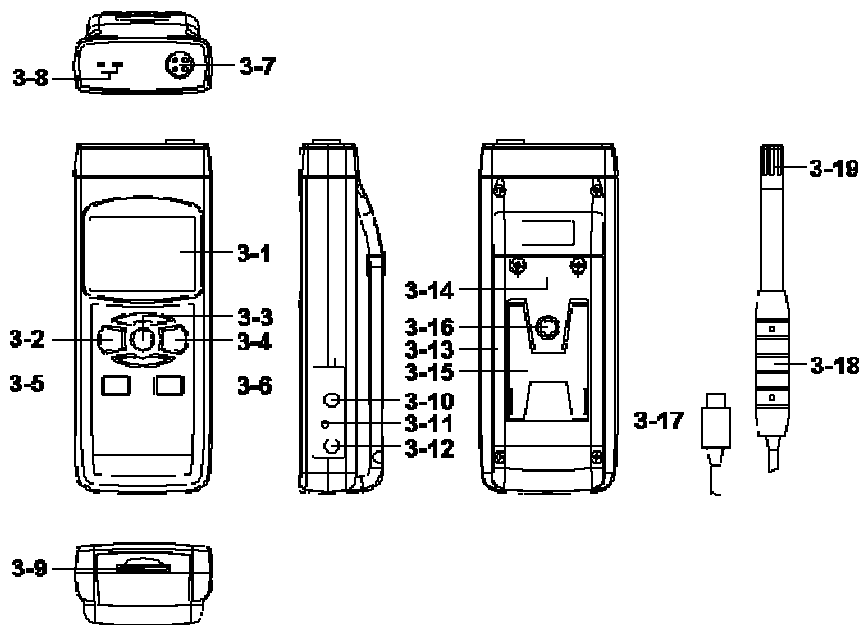

Fig.1
- 1) Accenda il misuratore premendo momentaneamente il "Tasto Accendere" (3-2, Fig. 1).
- * Se preme il "Tasto Accendere" (3-2, Fig. 1) durante 2 secondi il misuratore si spegnerà.
Premendo il tasto "Funzione" (3-3, Fig.1) (senza rilasciare il tasto), il display mostrerà la seguente sequenza di testo:
Fin quando nel display appare la modalità desiderata (Funzione) non rilasci il tasto "Funzione" (3-3, Fig.1), il misuratore eseguirà questa funzione.
- b. Collegare la "spina della sonda" (3-17, Fig. 1) nella " presa della spina della sonda" (3-7, Fig. 1).
Accenda il misuratore premendo il "Tasto Accendere" (3-2, Fig. 1). Nel display LCD apparirà la unità "%H.r" e "°C o °F" allo stesso tempo del valore di misura (nel display superiore apparirà il valore dell'umidità e nel display inferiore il valore della temperatura).
- b. Non installare la "Sonda" (3-17, Fig.1) nella presa della sonda (3-7, Fig.1)
- c. Infilare la sonda da temperatura del termopar (sonda di temperatura opzionale Tipo K o J) nella presa della sonda Tipo K/J" (3-8, Fig.1). Nel display apparirà il valore della misurazione presa dalla sonda di temperatura.
Durante la misurazione, prema il "Tasto Hold" (3-3, Fig. 1) per mantenere il valore della misurazione e nel display LCD apparirà il simbolo " HOLD ".
- 1) La funzione di registrazione dei dati memorizza le letture dei valori massimi e minimi. Prema il tasto "REC " (3-4, Fig.1) una volta per iniziare la funzione. Il simbolo " REC " apparirà nel display.
- a. Prema il tasto "REC" (3-4, Fig.1) il simbolo "REC MAX" insieme al valore massimo apparirà nel display. Se cerca di cancellare il valore massimo, prema il " Tasto Hold " (3-3, Fig. 1) una volta, e nel display apparirà solo il simbolo " REC. " mentre la funzione di memoria si eseguirà di seguito.
- b. Prema il "Tasto REC " (3-4, Fig. 1) di nuovo, il simbolo " REC. MIN. " insieme al valore minimo appariranno nel display. Se cerca di cancellare il valore minimo, prema il " Tasto Hold " (3-3, Fig. 1) e nel display apparirà solo il simbolo " REC. " mentre la funzione di memoria si eseguirà di seguito.
Quando collega il misuratore, la luce di fondo del display LCD si accenderà automaticamente. Durante la misurazione prema il "Tasto Backlight" (3-2, Fig. 1) una volta per spegnere la luce di fondo.
Prepari una memory card " SD " (da 1 GB fino a 16 GB), inserisca la memory card SD nella " fenditura della scheda SD " (3-9, Fig. 1). La parte frontale della scheda SD dovrà essere rivolta con la faccia verso il basso.
Prema il tasto " REC" (3-4, Fig. 1) una volta e nel display LCD apparirà il testo "REC", quindi prema il "Tasto Logger" (3-6, Fig. 1), e il simbolo " REC " lampeggerà mentre i dati della misurazione e l'informazione oraria si memorizzano nel circuito della memoria.
Durante la esecuzione della funzione del Datalogger, se si preme il tasto " Logger " (3-6, Fig. 1) una volta, si fermerà la funzione Datalogger (smetterà di memorizzare i dati della misurazione nel circuito della memoria temporalmente). Allo stesso tempo, il testo " REC " smetterà di lampeggiare.
Se preme il "Tasto Logger" una volta ancora (3-6, Fig. 1) il datalogger si eseguirà di nuovo e il testo " REC " lampeggerà nel display.
Mentre la funzione Datalogger è ferma, prema il tasto " REC " (3-4, Fig. 1) per almeno due secondi di seguito. L'indicazione " REC " scomparirà e terminerà la funzione datalogger.
Prema il tasto " REC " (3-4, Fig. 1) una volta, nel display apparirà il testo " REC ", quindi prema il tasto " Logger " (3-6, Fig. 1) una volta e il simbolo REC lampeggerà e il bip suonerà una volta mentre i dati della misurazione con la informazione oraria si memorizzano nel circuito della memoria. Il display inferiore mostrerà la posizione (Localizzazione) e si memorizzerà anche nella scheda SD.
Durante l'esecuzione del datalogger manuale, prema il tasto " ▲ " (3-5, Fig. 1) e il numero inferiore (n° di posizione) lampeggerà. Si può usare il tasto " ▲ " (3-6, Fig. 1) o " ▼ " (3-5, Fig. 1) per regolare la posizione della misurazione (da 1 fino a 99, per esempio dalla stanza 1 fino alla stanza 99) per identificare la localizzazione della misurazione, il display inferiore mostrerà P x (x = de 1 a 99). Dopo aver selezionato il numero di posizione prema il tasto "Enter" (3-4, Fig. 1) per confermare.
Prema il tasto " REC " (3-4, Fig. 1) per almeno due secondi e l'indicazione " REC " scomparirà e terminerà la funzione datalogger.